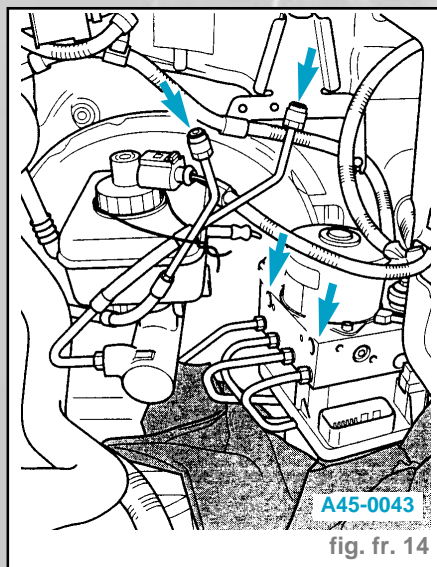

fig. fr. 14
- Afin de recueillir le liquide de frein qui s'écoule, placer un chiffon absorbant sous l'unité de commande hydraulique (fig. fr. 14).